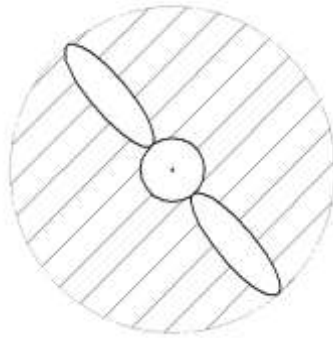

Рис. 4. Схема ветроколеса
1. Расход воздуха, проходящий через ометаемую площадь (рис. 4) из уравнения неразрывности:
где  $F = \pi L^2$  – площадь, ометаемая лопастями ветроустановки (рис. 4);